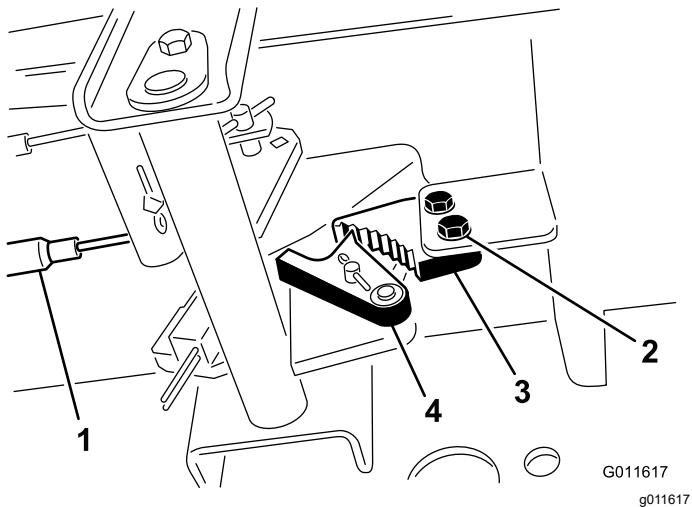

Рисунок 97
- Ослабьте два винта крепления защелки стояночного тормоза к раме (Рисунок 97).
- Нажмайте педаль тормоза вперед, пока углубление тормоза не войдет полностью в зацепление с защелкой тормоза (Рисунок 97).